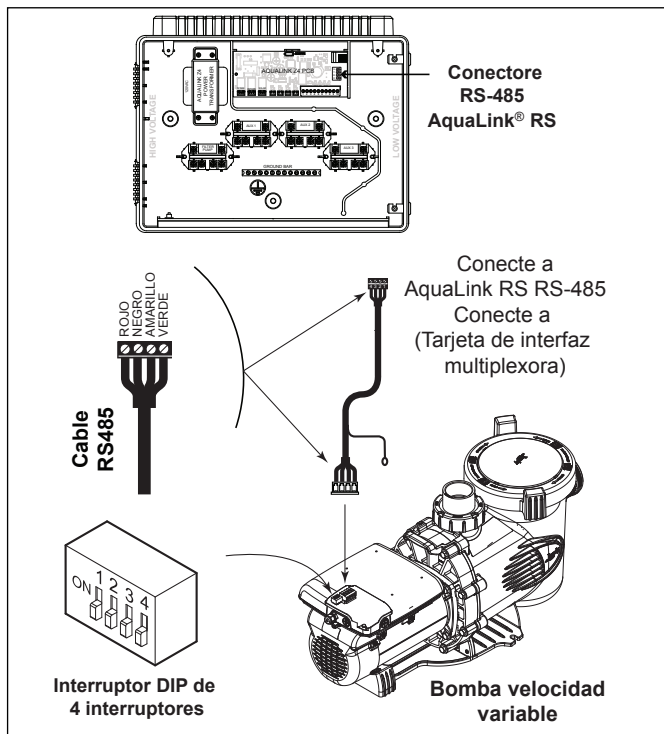

Figura 5B. Cableado del controlador AquaLink Z4 a la ePump, Motor Regal Beloit
**NOTA:** El Controlador AquaLink Z4 trabaja con una sola bomba de velocidad variable, de modo que las posiciones del interruptor dip se utilice la configuración predeterminada de fábrica de cuatro interruptores para todos. Consulte la Figura 5B.